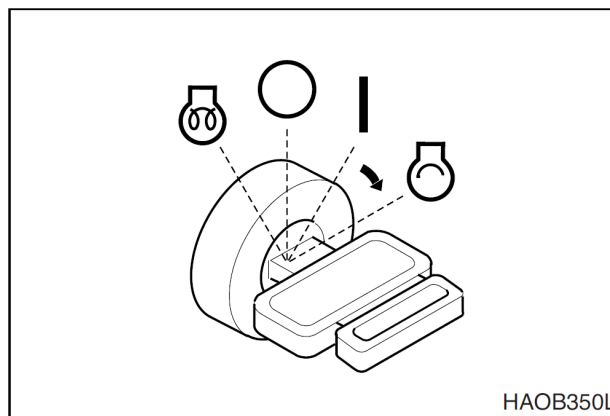

Рис. 10
- После загорания индикатора завершения предпускового подогрева, сразу повернуть ключ зажигания в положение запуска "START" (рис. 10). Двигатель должен завестись приблизительно через 5 секунд.